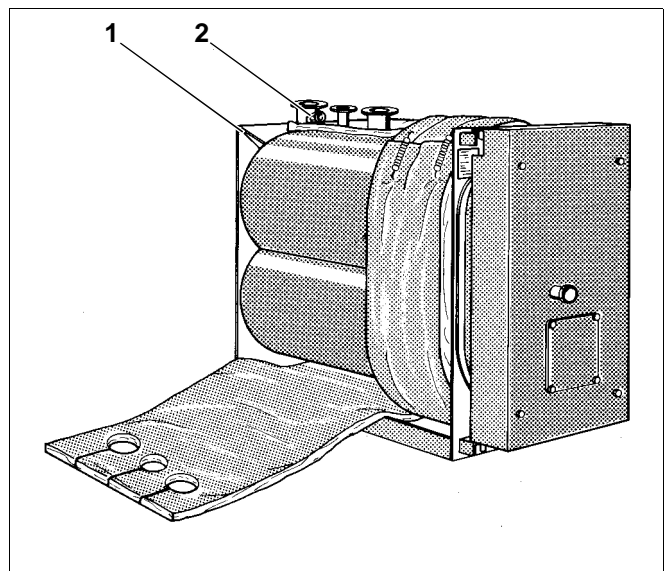

Abb. 8 Montage Wärmeschutz
- 2 Wärmeschutzmatten um den Kesselkörper legen und oben seitlich überlappend mit 5 Spannfedern befestigen (Abb. 8).
Tauchhülse MVK (Abb. 8, **Pos. 2**) beachten!
- Wärmeschutzmatten oben und unten im Bereich der Knotenbleche (Abb. 8, **Pos. 1**) einschneiden.